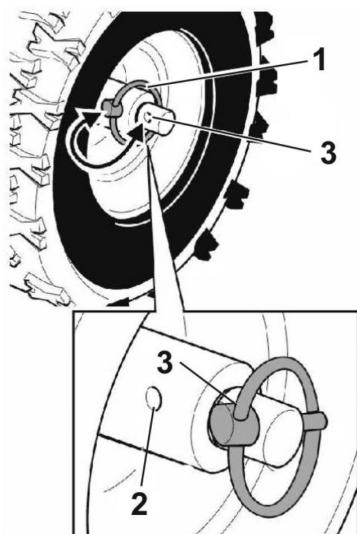

Рис. 6
7.1. Установка свободного хода приводного колеса (Рис. 6).